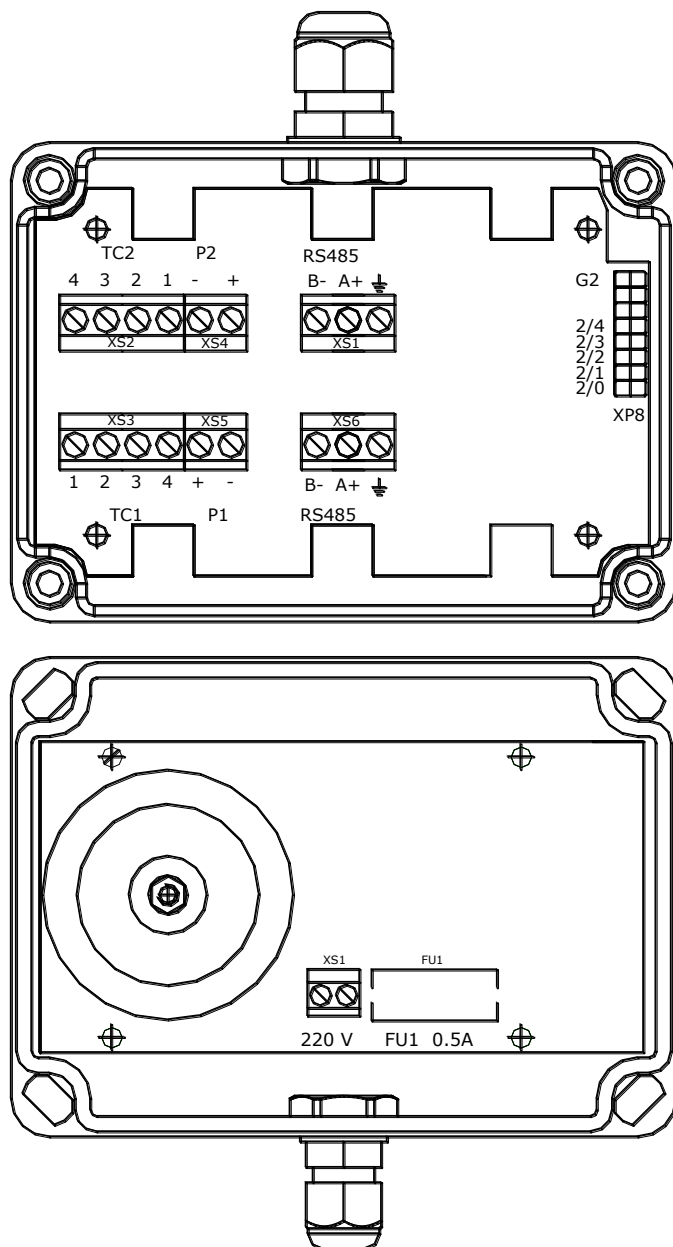

Рис. 8.8
8.4.3 Подключение ТС производится по 4-х проводной схеме в соответствии с рис. 8.8. Для подключения термопреобразователей рекомендуется использовать кабели: ШВВП $2 \times 0,5 \text{ мм}^2$, РПШ $4 \times 0,5 \text{ мм}^2$, КУПР $4 \times 0,5 \text{ мм}^2$ или СПОВ $4 \times 0,5 \text{ мм}^2$. Во избежание дополнительных помех и наводок, а также механических повреждений кабелей линии связи ППМ с ТС рекомендуется прокладывать в стальных заземленных трубах или заземленных металлорукавах.